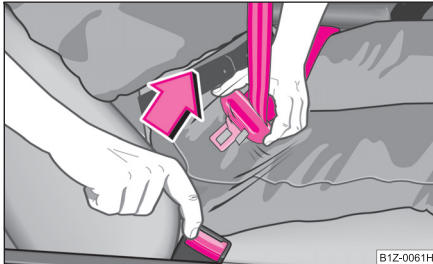

Abb. 136 Lösen der Schlosszunge vom Gurtschloss
- Drücken Sie die rote Taste im Gurtschloss ⇒ **Abb. 136**. Die Schlosszunge springt durch Federdruck heraus.